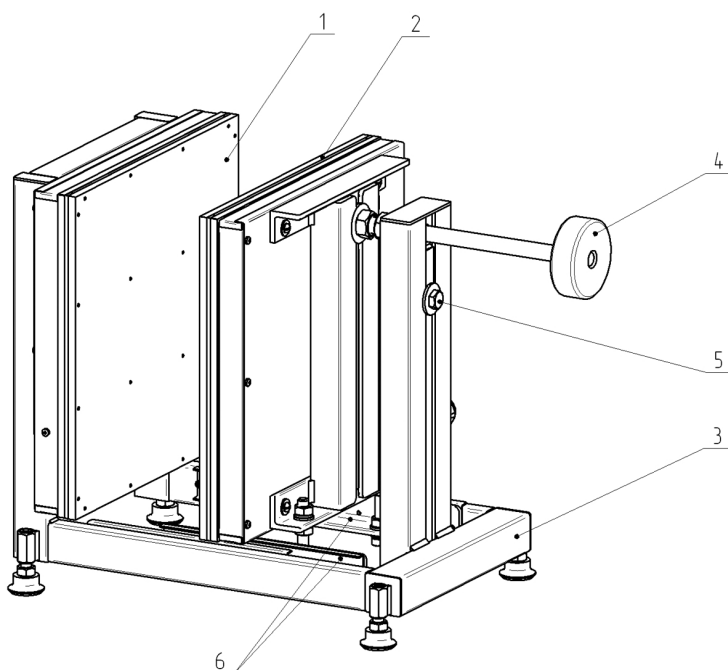

Рис. 1
1.3.1 Установка МАГИСТР Ц20-2Т, рис.1, выполнена на основании (3) из профильного каркаса на котором закреплены неподвижный нагреватель (1) и подвижный нагреватель (2). Подвижный нагреватель базируется на направляющих (6) и перемещается с помощью резьбового зажима (4), который может регулироваться по высоте болтом-фиксатором (5).